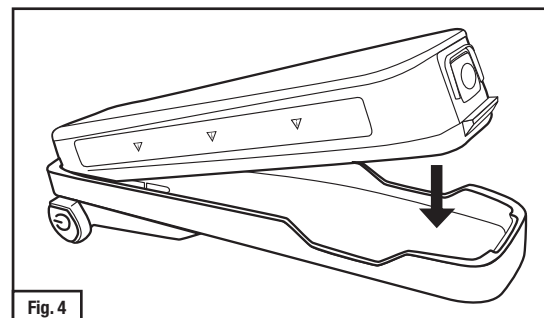

Fig. 4
- Inserte la batería TR-630 en el adaptador de batería TR-659 al deslizar el lado articulado de la batería en el lado correspondiente del adaptador (lado con el botón de encendido) (Fig. 4).